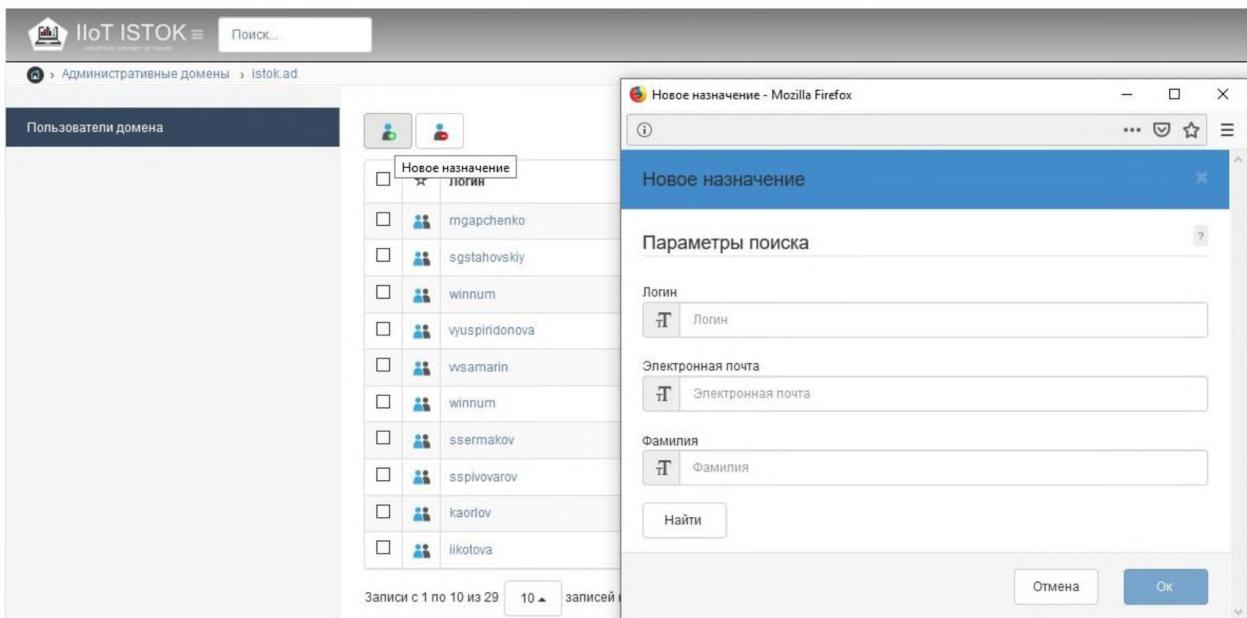

Рисунок 9 – Добавление пользователей в домен
- 4) Нажмите **Найти**, выберите пользователей и нажмите **OK** (рис. 9).